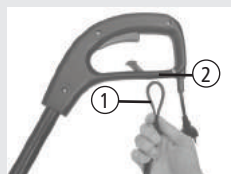
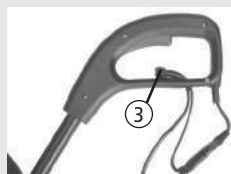

Fig. 03
Fig. 04
Para sua segurança e evitar que o cabo elétrico se desconecte do plug enquanto o trabalho estiver sendo executado, dobre o cabo (1) e passe-o pelo orifício (2), [Fig. 03], em seguida encaixe-o na presilha (3), [Fig. 04], e depois conecte o cabo elétrico ao plug do aparador de grama.